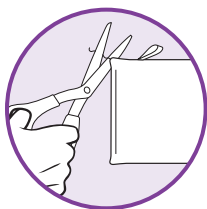

fig. 28
- 2 S'il y a des fils libres sur le linge de nettoyage, coupez-les soigneusement avec des ciseaux. Ne les tirez pas et ne les coupez pas à la base. (fig. 28)